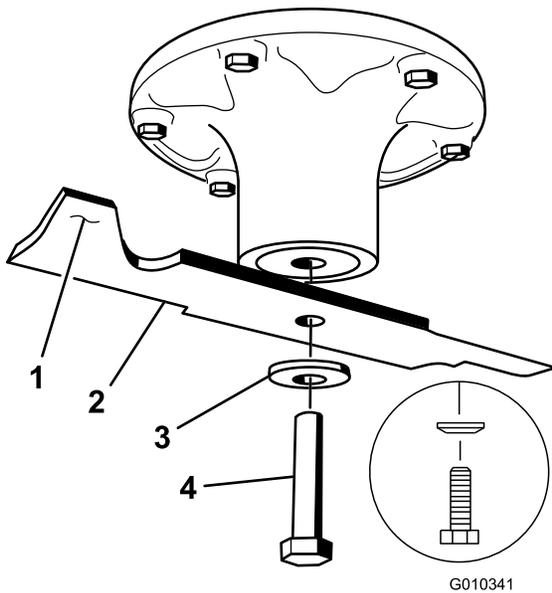

Figura 66
- Retire del eje el perno de la cuchilla, la arandela curva y la cuchilla (Figura 66).
- Instale la cuchilla en el eje (Figura 66).
- Instale la arandela elástica y el perno de la cuchilla, con el cono de la arandela elástica hacia la cabeza del perno (Figura 66).